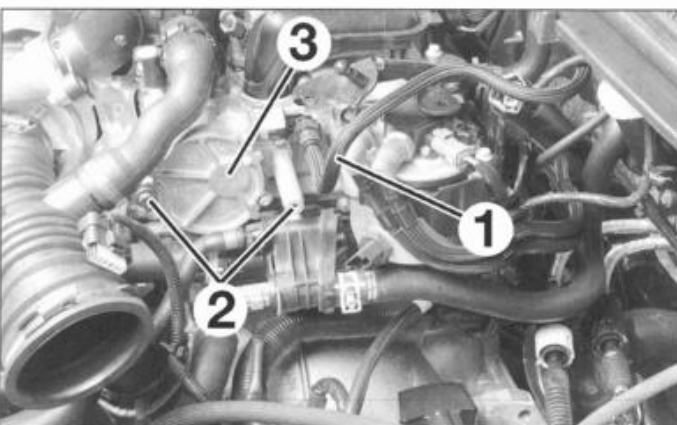

FIG. 25
- Desconectar el tubo de depresión de la bomba (1) (fig. 25).
- los tornillos (2) de fijación de la bomba de vacío.
- la bomba de vacío (3).